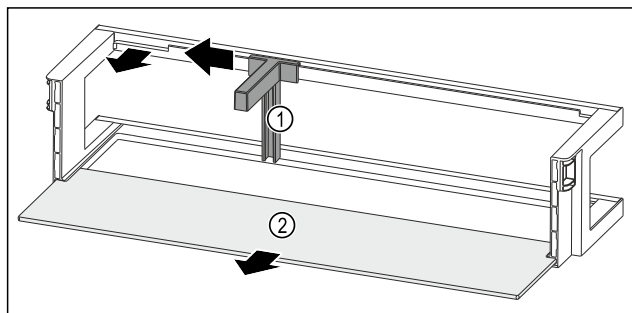

Fig. 118 Polica u vratima s držačem boca i policom za odlaganje
- ▶ Držač za boce Fig. 118 (1) pogurnite do otvora na stranu.
- ▶ Izvadite držač za boce Fig. 118 (1).
- ▶ Izvadite policu Fig. 118 (2).